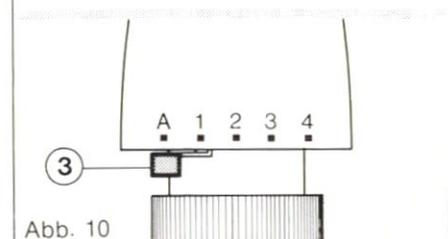

Abb. 10
2.4 Thermischer Ventilantrieb (Abb. 10)